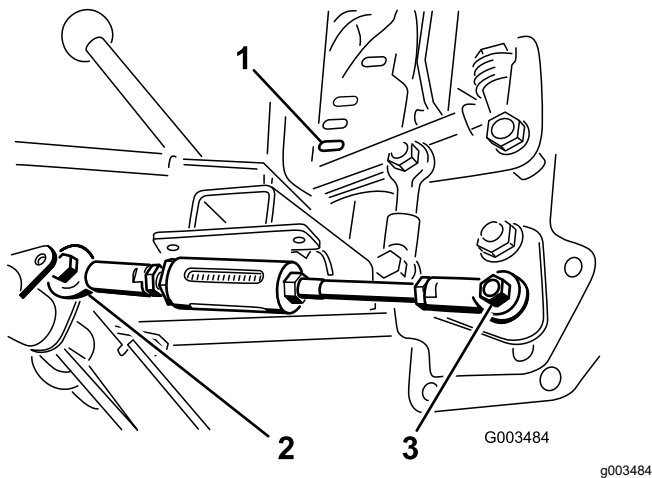

図 8
6. 昇降ハンドルを動かしてボールジョイントの穴を調整用ロッドレバーの右側に合わせ、ロッドをレバーに固定するボルト $\frac{1}{2}$ x $1\frac{1}{2}$ "とロックナット $\frac{1}{2}$ "を使用し、**図 8** のように固定する。